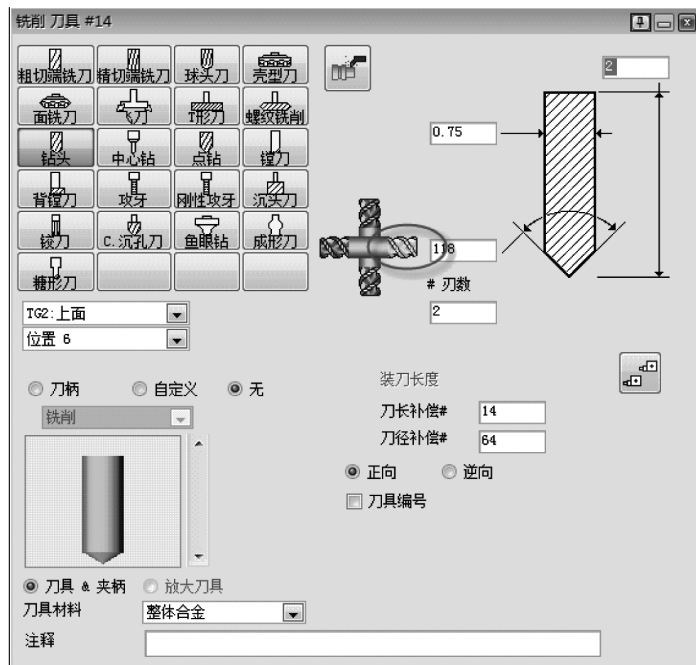

图 5-33 铣削刀具#14
16) 创建铣削刀具#14, 如图 5-33 所示。此钻头将对零件加工一个孔。这个刀具的方向跟主轴 1 相同。这个钻头将切削主轴 2。因此, 刀具方向按图示裁去主轴 1。